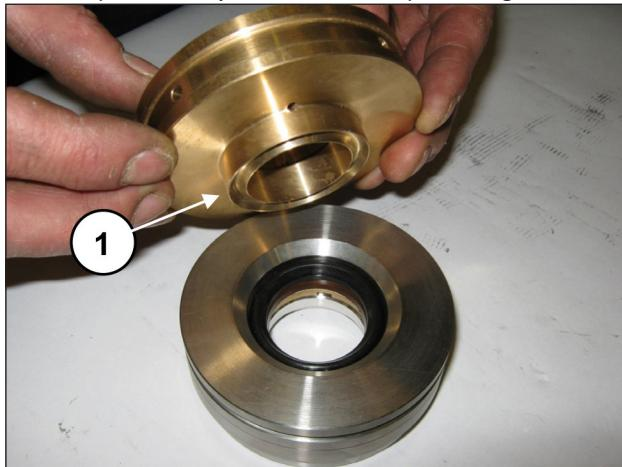

Fig. 181
Unir el soporte de las juntas a la camisa (pos. ①, Fig. 181).